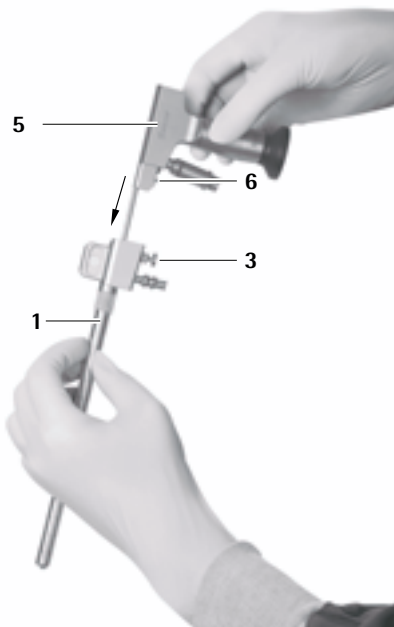
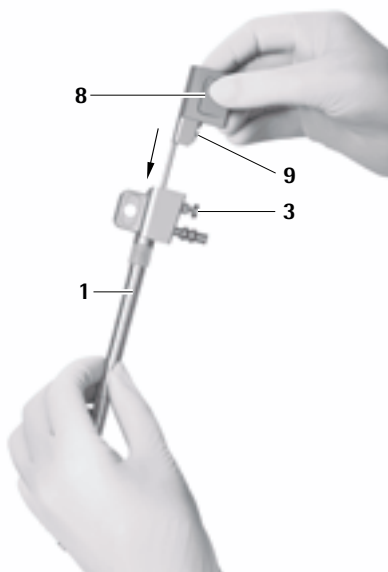

Abb. 14
Abb. 15
- ▶ Dabei sicherstellen, dass sich Verriegelungsbolzen 6 des Endoskops 5 bzw. Verriegelungsbolzen 9 des Obturators für Optikkanal 8 auf gleicher Seite befindet wie Entriegelungsknopf 3 des MINOP inVent-Trokars 1, siehe Abb. 14 und siehe Abb. 15.